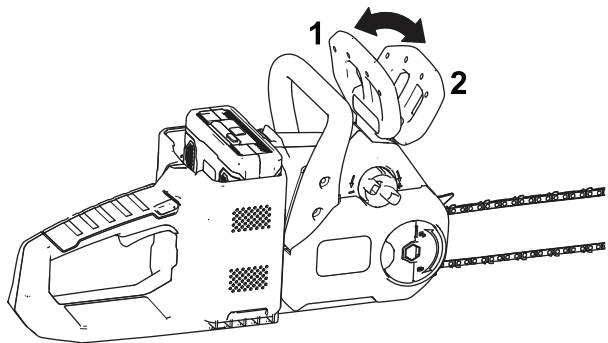

Figure 28
2. Engagez le frein de chaîne en l'actionnant vers avant, à la position d'ARRÊT (Figure 28).
4. Désengagez le frein de chaîne en l'actionnant vers l'arrière à la position MARCHE (Figure 28).
2. Dépliez la languette de l'écrou à oreilles et desserrez, mais ne retirez pas, l'écrou du couvercle (Figure 28).